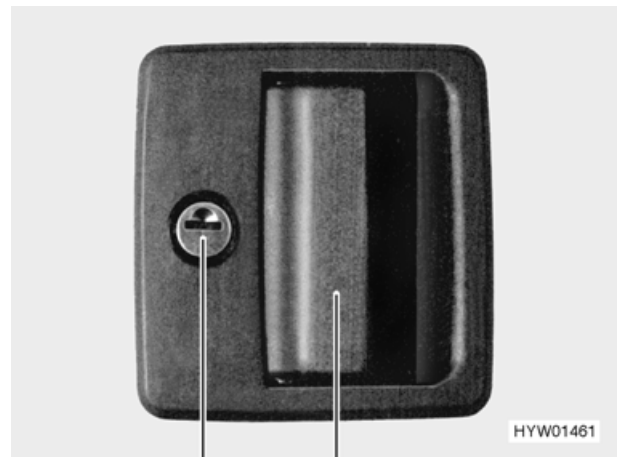

Bild 17 Türschloss Eingangstür und Fahrertür, außen
- Schlüssel in Schließzylinder (Bild 17,1) stecken und im Uhrzeigersinn drehen, bis das Türschloss entriegelt ist.
- Durch Ziehen am Türgriff (Bild 17,2) die Tür öffnen.
- Schlüssel in Schließzylinder (Bild 17,1) stecken und entgegen dem Uhrzeigersinn drehen, bis das Türschloss verriegelt ist.